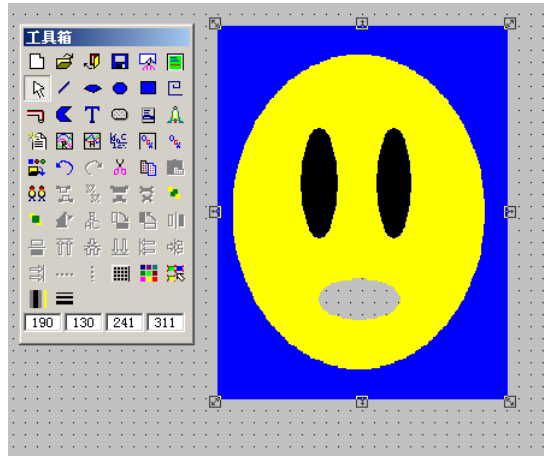

图 4.64 点位图透明 2
- ✧ **方法 2:** 首先执行点位图粘贴命令，然后执行“编辑\点位图透明”或是单击右键执行“透明化”，在调色板中指定要透明化的颜色（这次选择红色作为要透明化的颜色）。如图 4.64 所示。